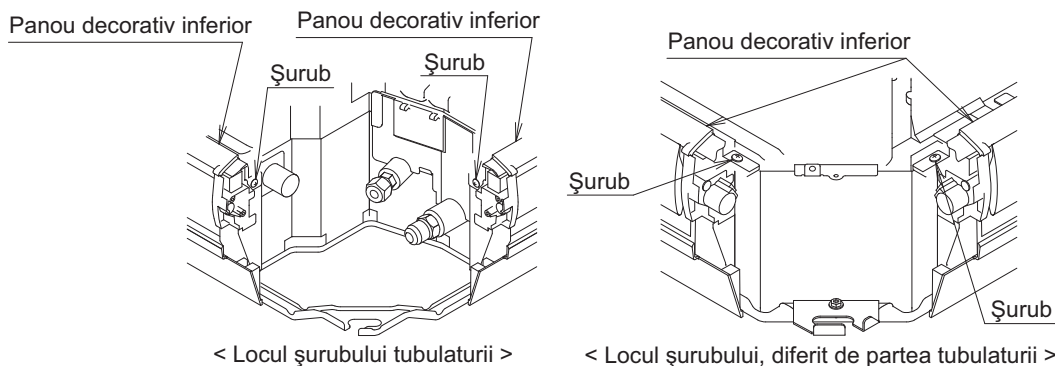

Fig.14
* Dacă materialul de blocare este dificil de introdus, slăbiți șuruburile din stânga sau dreapta panoului decorativ inferior și introduceți-l. Aveți grijă să strângeți șuruburile slăbite din nou după fixarea materialului de blocare. **(Consultați Fig. 14)**